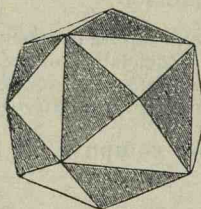

Fig. 68. Dodecaedrul pentagonal derivat din cubul piramidat.
**Dodecaedrul pentagonal** ia naștere prin modificare ce duce la cubul piramidat. În loc să modificăm fiecare muche prin câte două fețe, facem modificarea numai prin o față *neegal înclinată*. Mai lesne ne putem închipui formarea dodecaedrului pentagonal suprimând din cubul piramidat jumătate din numărul fețelor în mod alternativ fig. 68.